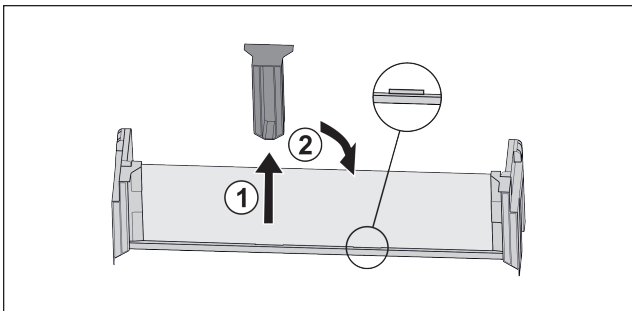

Fig. 107
- ▶ Витягнути середню деталь для підтримки Fig. 107 (1).
- ▶ Вставити середню деталь для підтримки на друге положення Fig. 107 (2).